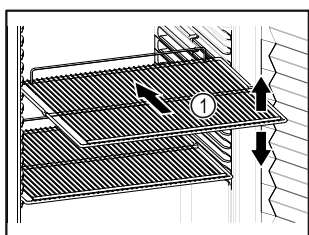

Fig. 30 Példaként szolgáló ábrázolás
- Ha a tároló rácsok Fig. 30 (1) áthelyezhetők, akkor igazítsa be őket a kívánt magasságnak megfelelően.